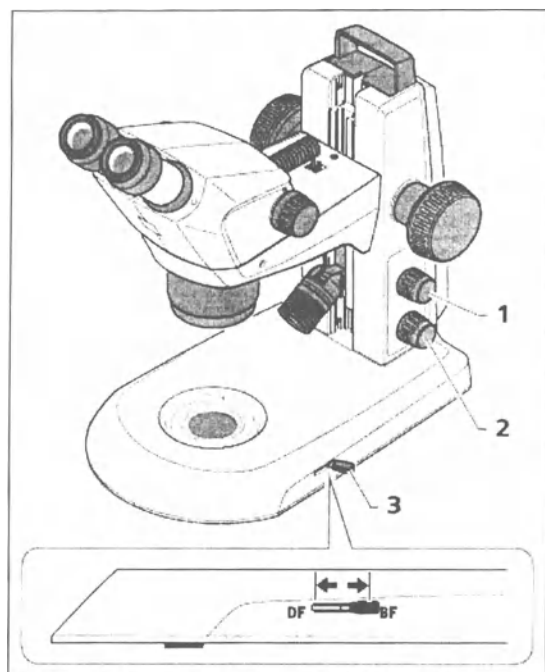

Рис. 25. Модуль проходящего света на штативе K EDU
- Включите освещение проходящим светом нижним регулятором (рис. 25/2).
- При помощи рычага (рис. 25/3) осуществляется переключение освещения по методам светлого и темного поля.
- Переднее положение: темное поле (DF).
- Заднее положение: светлое поле (BF).
Нажмите верхний регулятор (рис. 25/1) для совмещения с отраженным светом (см. раздел 4.2 на стр. 28).